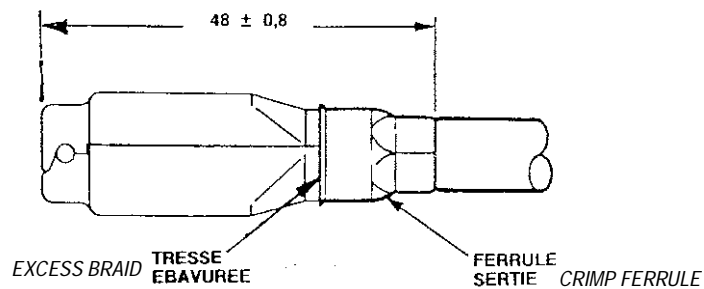

Figure 9
4. Vérifier l'ensemble terminé et couper la tresse en excès dans la zone de sertissage de tresse si nécessaire (voir figure 9).
4. Check the assembly and if necessary trim the excess braid (fig. 9)